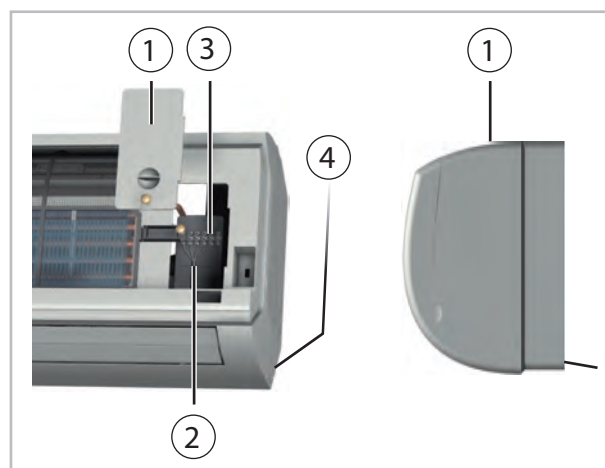

Abb. 18: Anschluss des Innengerätes
2. ➤ Lösen Sie die Abdeckungen auf der rechten Seite mithilfe eines Kreuz-Schraubendrehers. (Abb. 18).